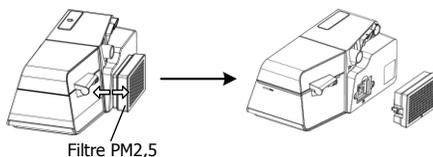

Fig. 18-6
(3) Remplacez le filtre à air et le bouchon du filtre par le filtre PM2,5, comme indiqué à la Fig. 18-6.